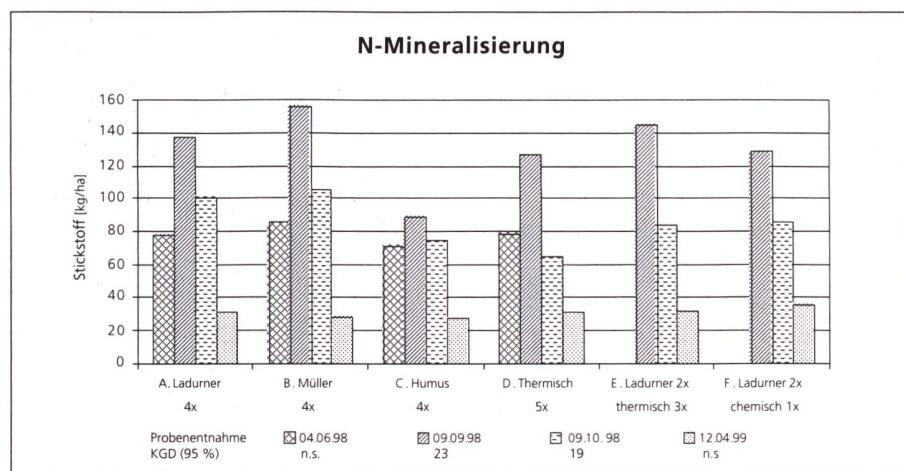

Abb. 7: Verlauf der Stickstoffmineralisierung im Baumstreifen in 0 bis 25cm Tiefe je nach Krautbeseitigungsverfahren (Tänikon).
**N-Mineralisierung.** Der Verlauf der Stickstoffmineralisierung im Baumstreifen wurde durch die flache Bodenlockereitung und -temperatur beeinflusst (Abb. 7). Die N-Mengen von rund 80kg/ha am 4. Juni 1998 stiegen im Oberboden von 0 bis 25cm Tiefe auf 127kg/ha bei D, (thermisch) bis 156kg/ha bei Müller-Gerät am 9. September an. Die tieferen Werte beim «Humus» sind offensichtlich auf eine erhöhte N-Aufnahme durch eine grösere Verunkrautung zurückzuführen. Die gehackten Baumstreifen wiesen am 9. September und 9. Oktober gegenüber thermischen Verfahren mehrheitlich signifikant höhere N-Werte auf. Sie sanken